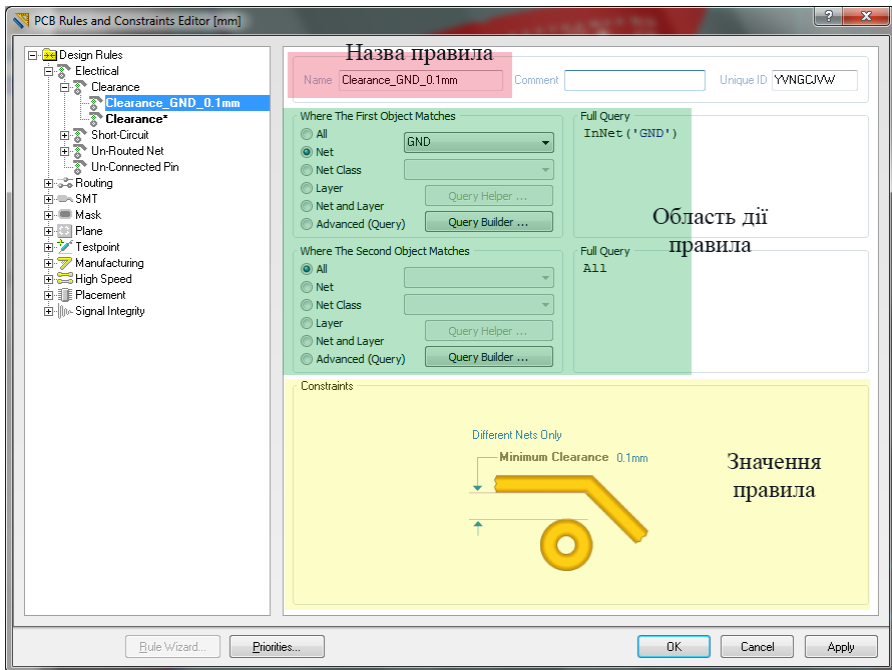

Рисунок 5.5 – Опис нового правила
3. Перейдемо до редагування правила, вибравши його у списку та призначимо правилу унікальну назву. Назва правила задається у полі Name (рис. 5.5), слід відзначити, що правила повинні мати унікальні назви інакше програма не збереже створені правила. У кожне ім'я будемо намагатись задати максимум інформації, для нашого прикладу задаємо ім'я – Clearance_GND_0.1mm.
5. Встановлення значення цього правила. Для цього використовується нижня частина вікна PCB Rules (див. рис. 5.5). Задамо мінімальний проміжок між ланцюгом і всіма іншими провідниками плати – 0,1 мм.